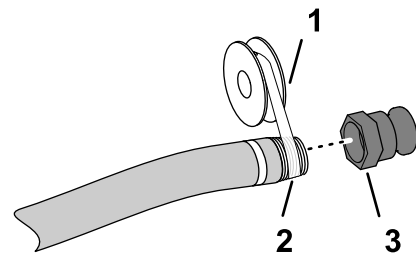

図 5
5. 給水ホースのフィッティング1"、NPTに、PTFEねじ山シーラント 図 5を巻き付ける。
6. 給水ホースにクイックディスコネクットのカップリングを取り付けて手締めする 図 5。